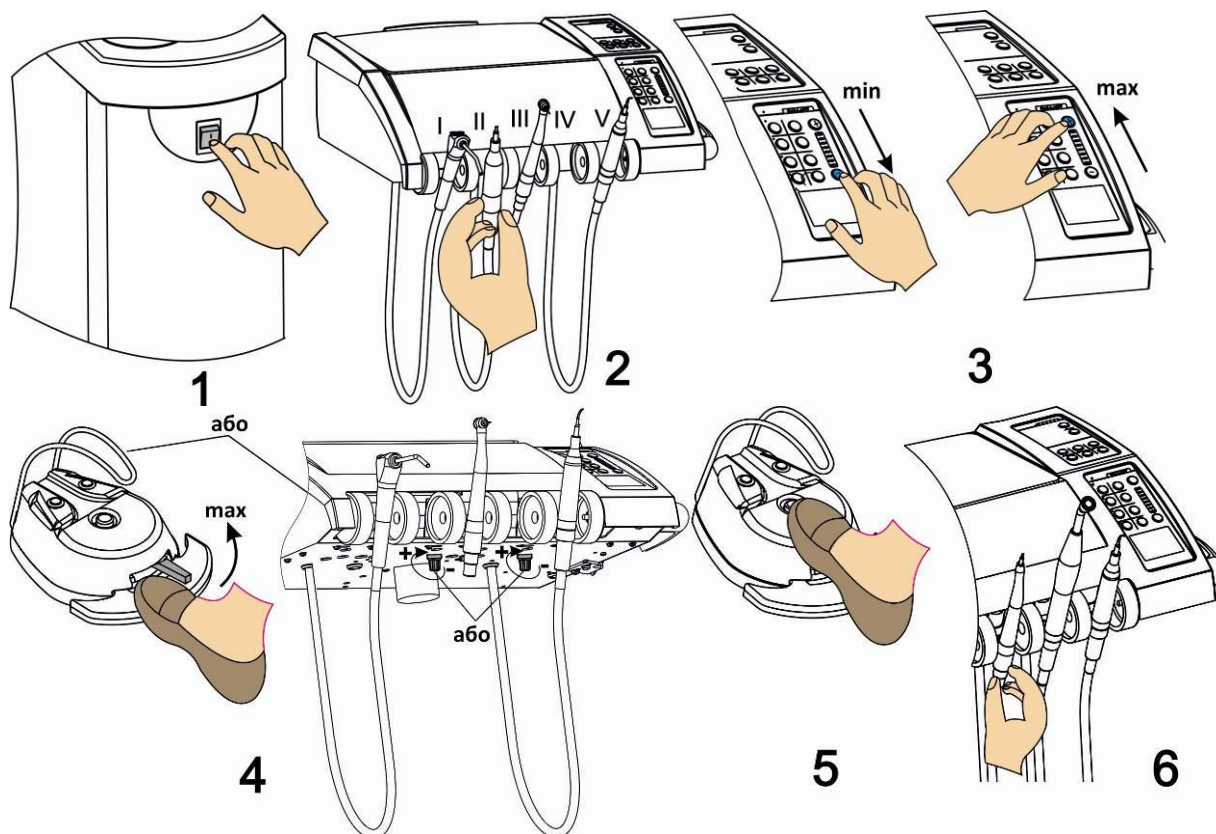

Рисунок 4.3.1.1 Настроювання частоти обертання мікромотора в нормальному режимі
1. Увімкніть живлення стоматологічної установки. При цьому на блоці лікаря встановлюється нормальний режим роботи (див. Рисунок 4.3.1.1).